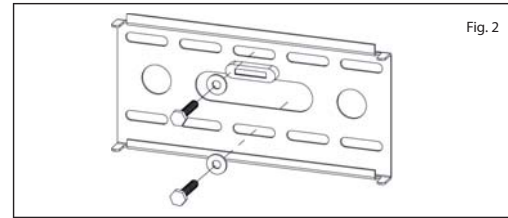

Fig. 2
5. Com auxílio de outra pessoa, posicione o suporte sobre as furações e faça a fixação utilizando os parafusos (L) e arruelas M8 (K), fornecidos no kit de acessórios (veja Fig. 2).